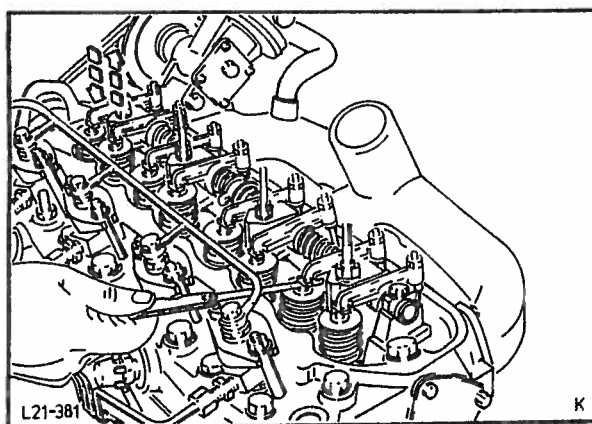

Fig. 147 Kontroll av ventilklingene.
7. Kontroller ventilklingene og juster hvis nødvendig (se operasjon 21 213), fig. 147.